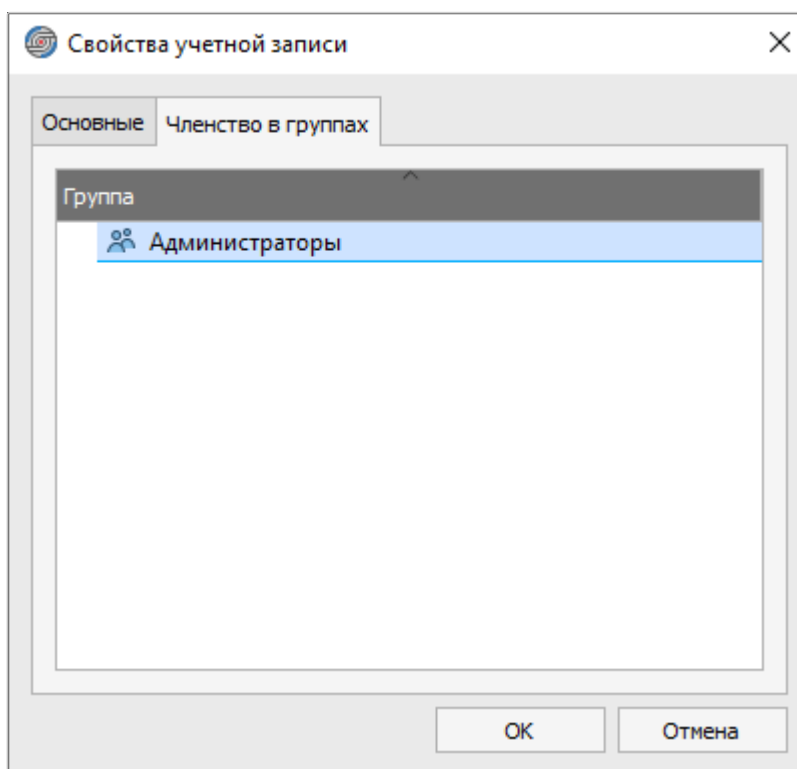

Рисунок 78. Диалоговое окно «Членство в группах»
- «Членство в группах». На вкладке «Членство в группах» отображаются группы, в которых состоит пользователь (см. рисунок 78).